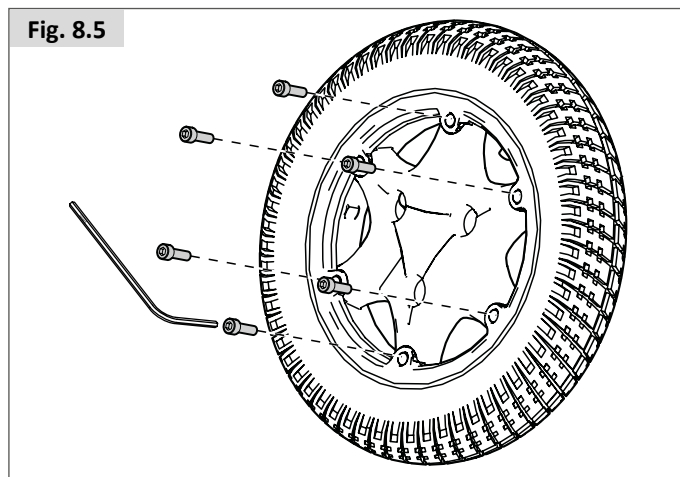

Fig. 8.5
- Os 6 pernos do rebordo devem ser desapertados/apertados pela ordem indicada, (Fig. 8.5).
- Utilize uma chave Allen de 5.0 mm Allen para desapertar/apertar os pernos. (Fig. 8.5).
- Aperte os pernos na sequência indicada na Fig. 8.5, com cuidado para não entalar o tubo.